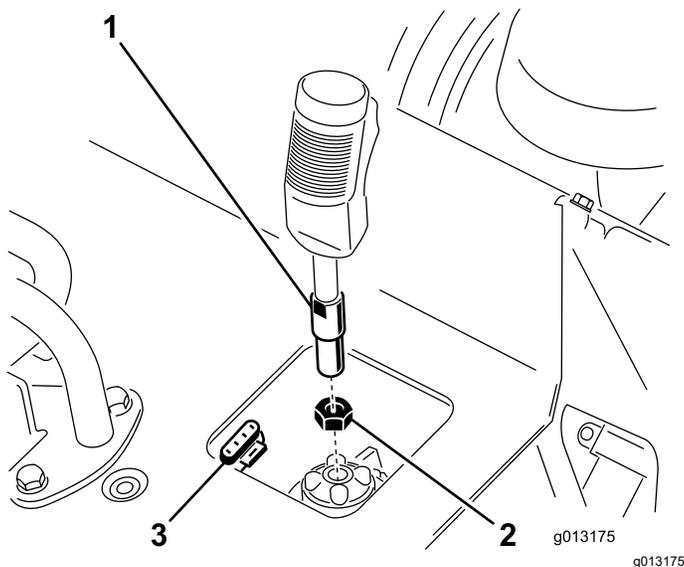

図 3
1. グラインダ制御レバーにジャムナットを取り付ける 図 3。
2. グラインダ制御レバーを、コントロールパネルのソケットに取り付ける 図 3。
3. トリガを前方に向けた状態で、ジャムナットを締め付けてレバーを固定する 図 3。
4. レバーに、ワイヤの4ピンコネクタコントロールパネルの下にあるを接続する 図 3。